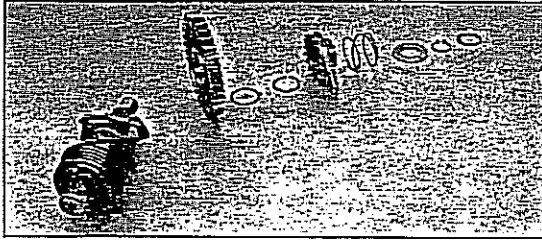

Bild 255
- Kickstarterwelle in der in Bild 254 gezeigte Reihenfolge montieren, dabei Stellung Segmentnase/Wellenmarkierung beachten, siehe Bild 255.